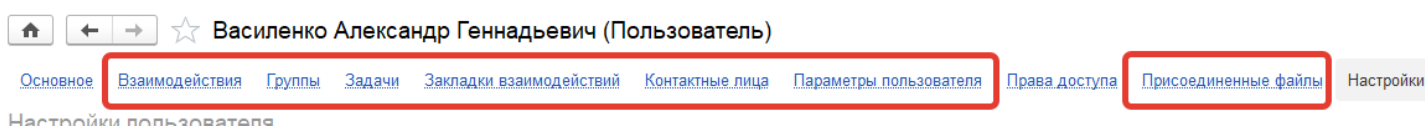

Рисунок 26
16. Из справочника **Пользователи** доступны следующие команды (рис.26):